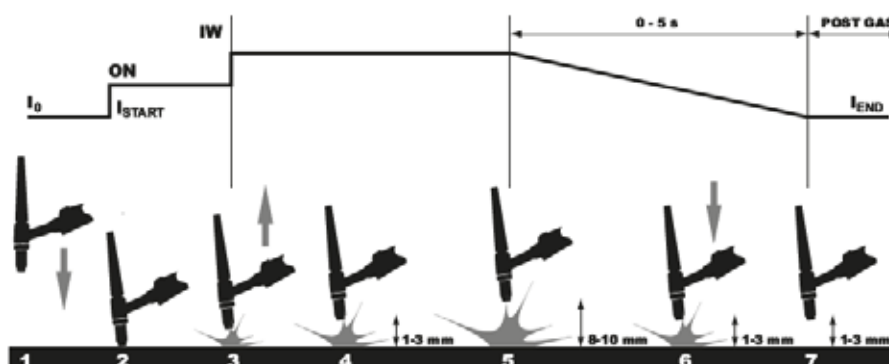

Bild 2: Symbolfoto für den Verlauf eines LIFT-WIG Schweißprozesses
4.8.1 LIFT-WIG Schweißvorgang (Bild 2)